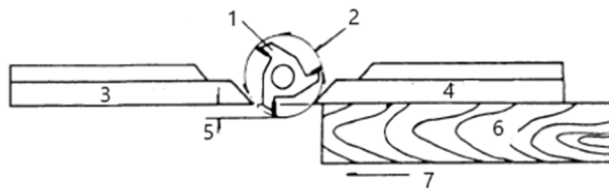

Figura 1
1. Nella maggior parte dei lavori in cui una parte del bordo del pezzo non viene toccata dalla fresa, sia la guida anteriore che quella posteriore sono in linea retta, come mostrato nella figura 1.